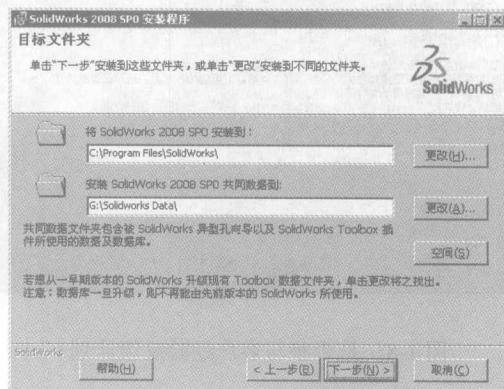

图 1-5 设置安装路径
(4) 选取要安装的组件后单击 **下一步(N)>** 按钮打开如图 1-5 所示的安装设置界面，设置 SolidWorks 软件的安装路径，单击 **更改(I)...** 按钮可修改当前的安装路径。单击 **空间(S)** 按钮可以查看当前硬盘的资源使用情况。